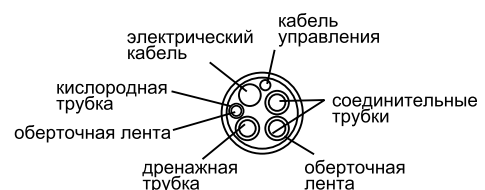

Рис. 5
2. Обмотайте трубки и электропровода и пропустите их через освобожденное отверстие (см. рис. 5).